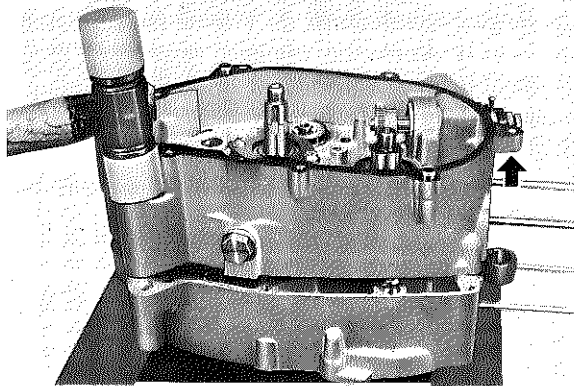

Fig. 3-4-10
2. Set the crankcase right half onto the shafts and tap lightly on the case with a soft hammer to assemble. (Fig. 3-4-10)
2. Installer le demi-carter droit sur les arbres, et l'ajuster sur son vis-à-vis en le frappant légèrement avec un maillet (Fig. 3-4-10).
2. Rechte Gehäusehälfte über die Wellen fügen und mit einem weichen Hammer gegen das Gehäuse schlagen, bis die beiden Gehäusehälften satt aufliegen. (Fig. 3-4-10)